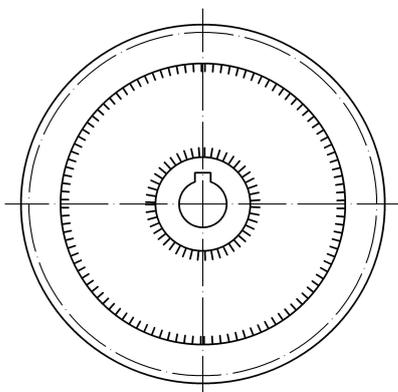

Рис. 3.1. Расчетная схема к задаче № 1
1. Рассчитать сварные швы, соединяющие зубчатый венец колеса с его диском и диск со ступицей (рис. 3.1). Передаваемая зубчатым колесом мощность P_1 , угловая скорость его ω и диаметры D и d приведены в табл. 3.1. Материал обода и ступицы - сталь 40, материал диска - сталь 15.